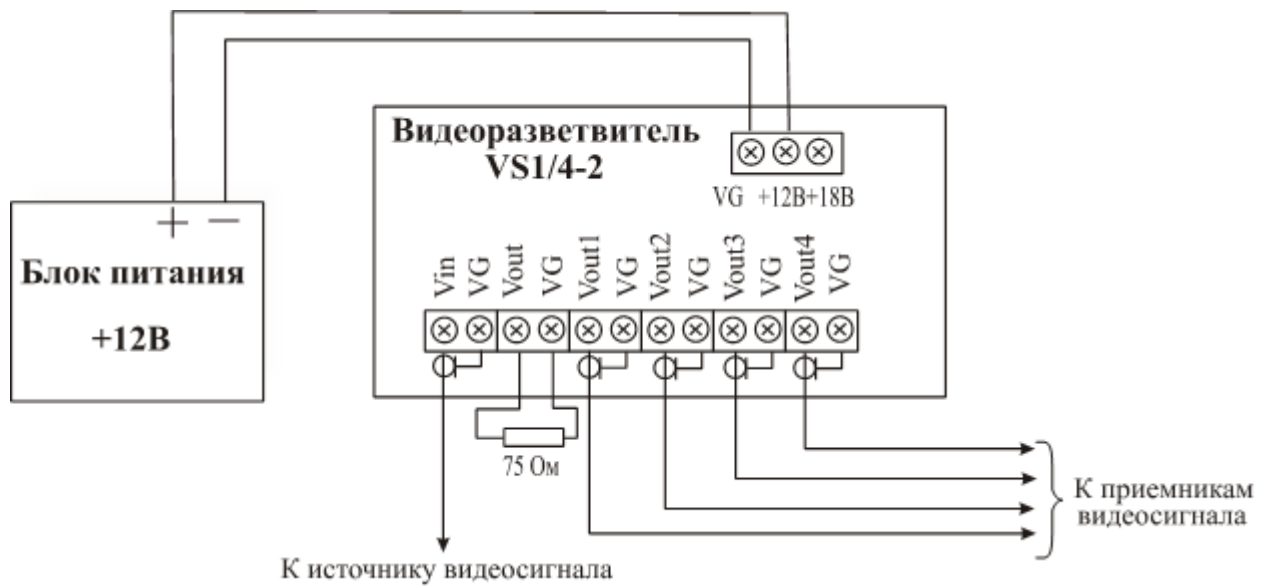
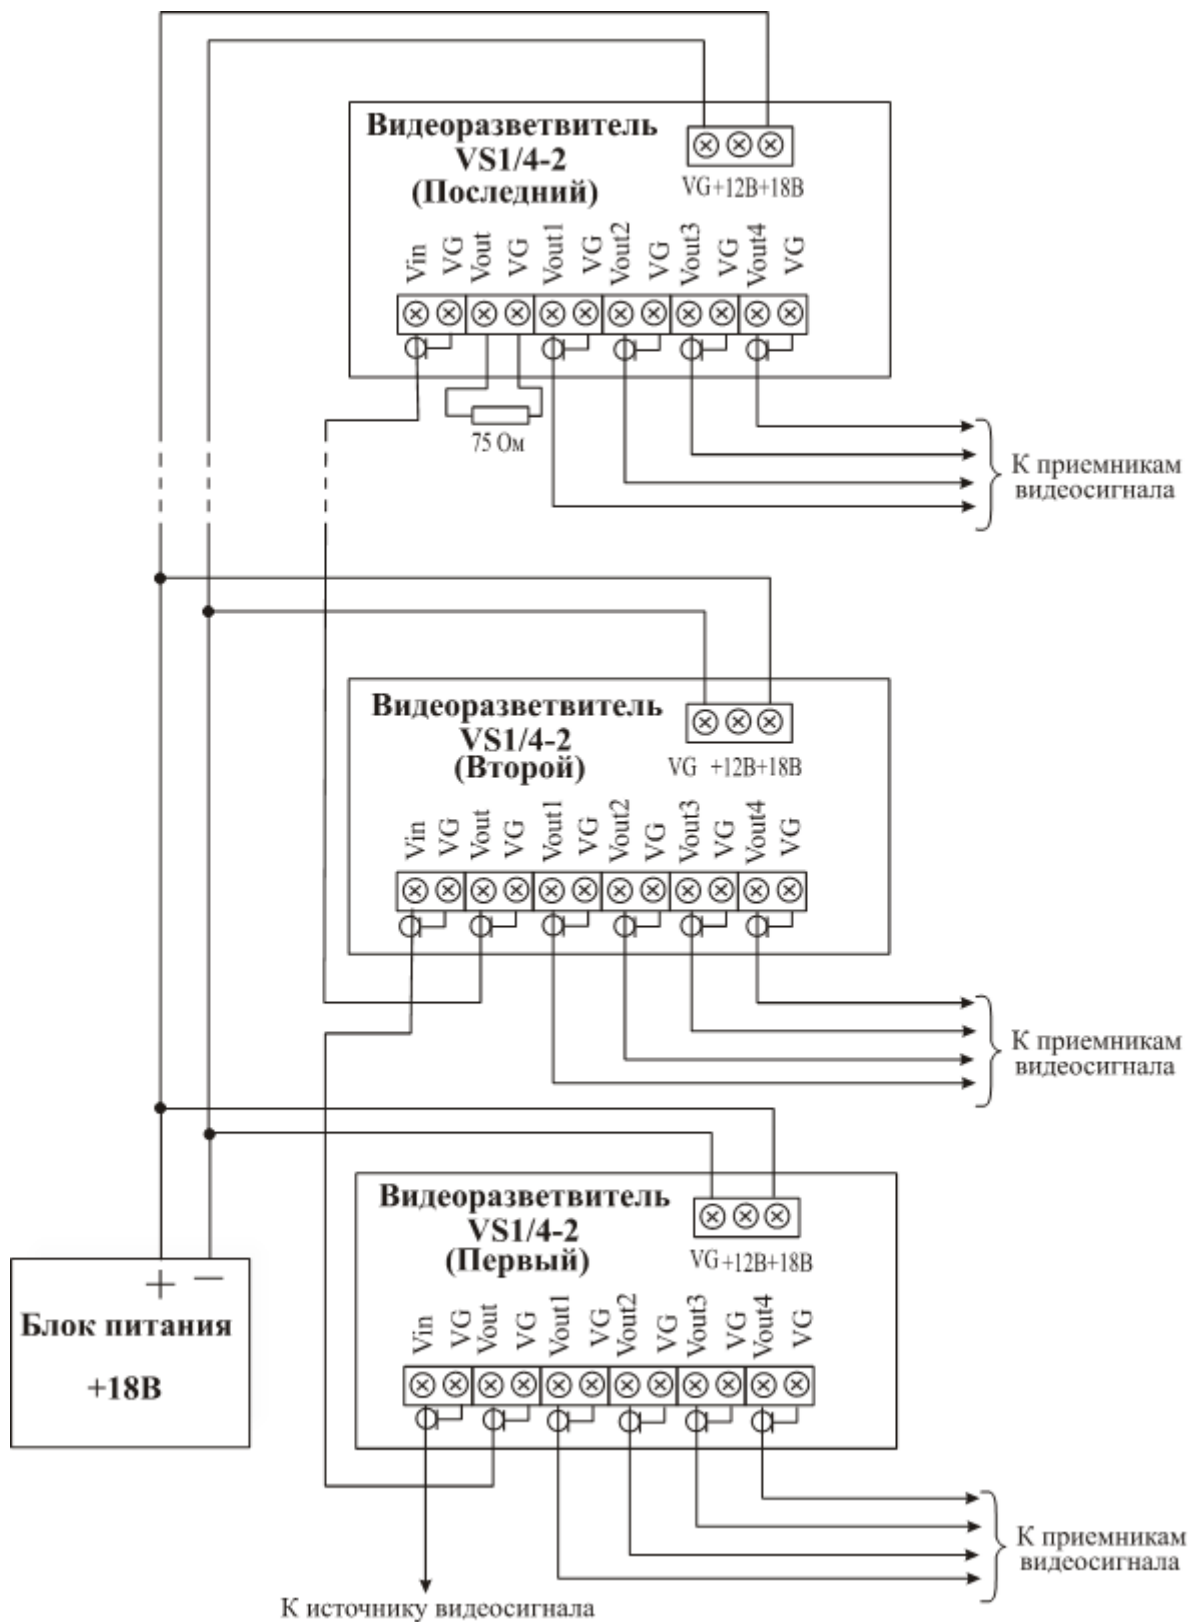
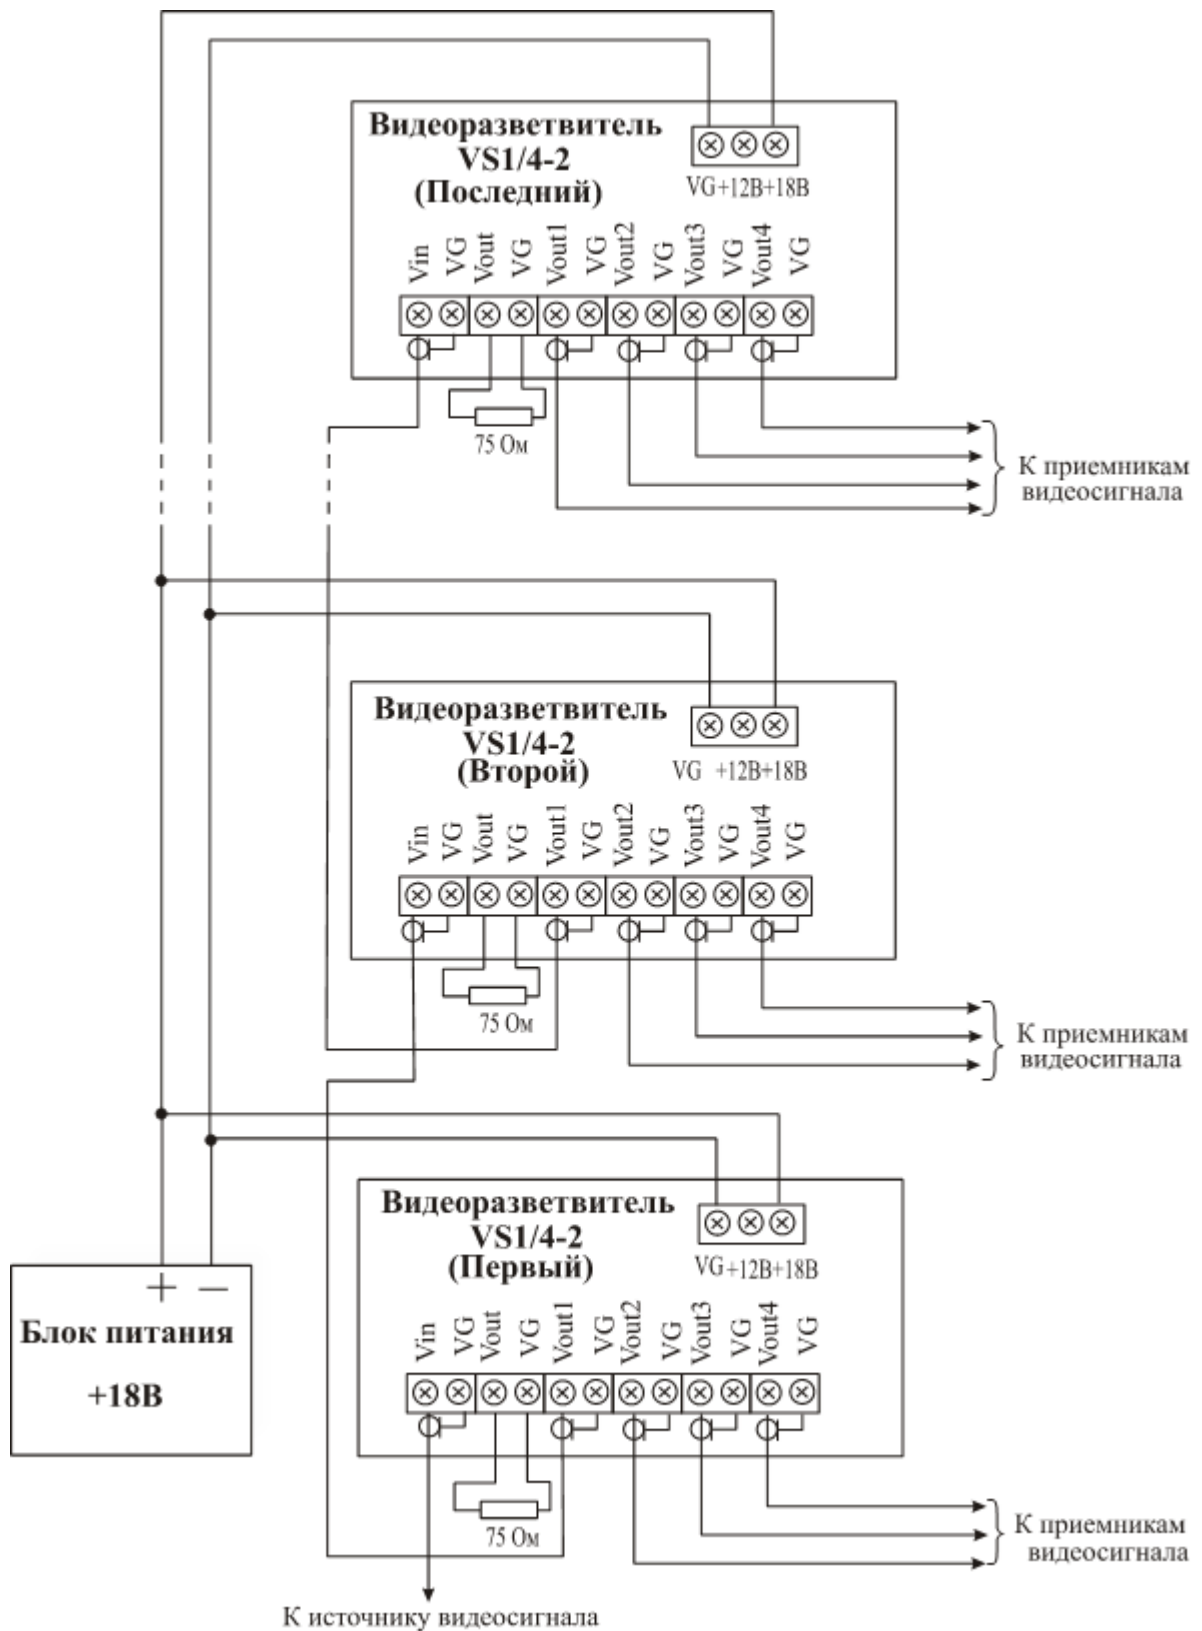

Рис.3 Монтажная схема подключения видеоразветвителя с БП+12В.
Рис.4 Монтажная схема параллельного подключения видеоразветвителей с БП+18В.
Рис.5 Монтажная схема последовательного подключения видеоразветвителей с БП+18В.
Последовательно может быть включено до 12 видеоразветвителей (рис.5).
Параллельно может быть включено до 50 видеоразветвителей (рис.4).
7.2.7 Видеоразветвители и блок (блоки) питания соединяются согласно приведенным монтажным схемам (рис.3, рис.4, рис.5).
Если в домофонном комплексе используется один или несколько видеоразветвителей, расположенных рядом с источником питания, можно установить БП +12В, т.к. при коротких связях на линии питания будет падать незначительное напряжение, что обеспечит поступление на ВР рабочего напряжения из ограниченного диапазона +11,8В...+12,2В (рис.3).
При наличии в домофонном комплексе большого числа разнесенных ВР, когда протяженность цепи их питания существенна, рекомендуется запитывать видеоразветвители по входу +18В (рис.4,5).